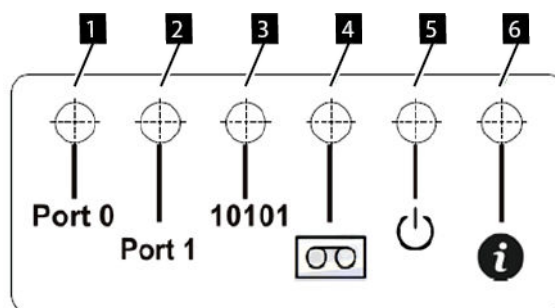

Figura 57. Indicadores de la guía de unidad
3. En la parte posterior de cada unidad de cintas. Consulte Figura 57 en la página 92 y Tabla 35 en la página 92.